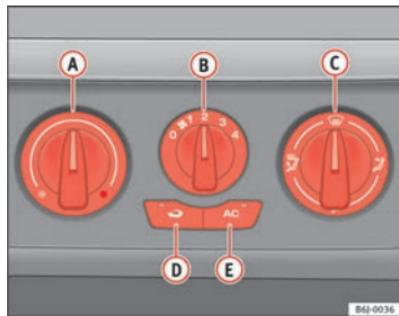

Fig. 91 Mando del Aire Acondicionado en el tablero de instrumentos
- Con los reguladores ⇒ fig. 91 A y C y con el mando B se regula la temperatura, la velocidad del ventilador y la distribución del aire.
- Cierre los difusores ③.
- Abra y oriente los difusores ④ hacia las ventanas laterales.